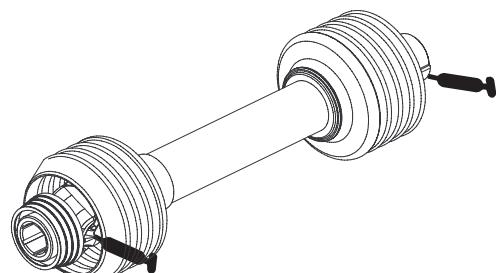

Bild 14
In normalen Bedingungen müssen die zwei (2) Schmiernippel der Antriebswelle alle 100 Betriebsstunden eingeschmiert werden (Bild 14). Verwenden Sie Nr. 2 Schmiermittel auf Lithumbasis.